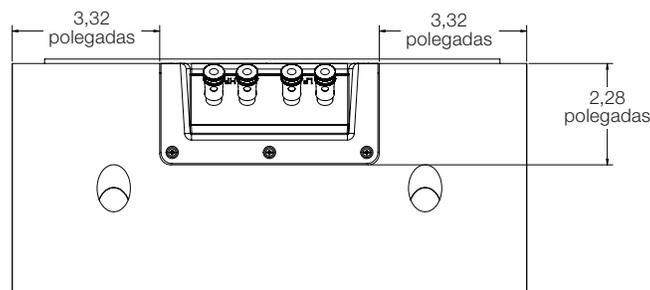

Figura 13
**OBSERVAÇÃO:** A Figura 13 mostra o painel de terminais na parte traseira da caixa e as respectivas medidas. Considere essas medidas ao recortar um ou mais orifícios entre os perfis para passagem da fiação até terminais da SCL-2.